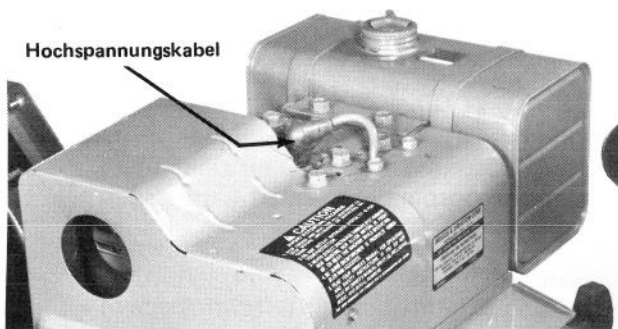

Abb. 36
2. Das Hochspannungskabel von der Zündkerze abziehen (Abb. 36) und dann die Kerze heraus-schrauben.
4. Das Hochspannungskabel wieder mit der Zündkerze verbinden (Abb. 36).